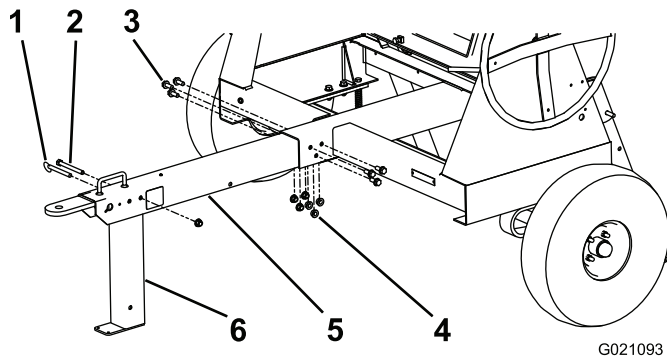

Figure 7
4. Placez la flèche dans l'ouverture à l'avant de la machine, et fixez-la avec 6 écrous et boulons courts serrés à 102 N·m (75 pi-lb); voir Figure 7.
5. Alignez le trou supérieur arrière du pied stabilisateur avant et le trou juste après la poignée à l'avant de la flèche (Figure 7).
6. Insérez le long boulon dans les trous et fixez-le avec un écrou serré à 102 N·m (75 pi-lb); voir Figure 7.
7. Insérez l'axe de chape pour bloquer le pied stabilisateur avant en position (Figure 7).